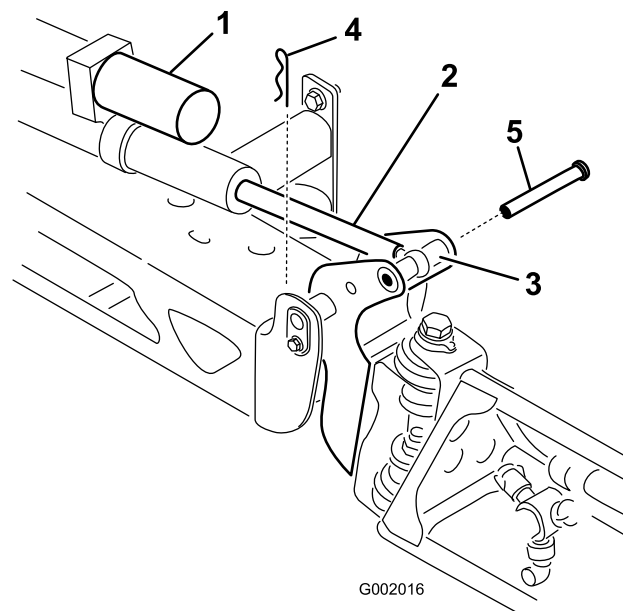

Figura 36
3. Levante el brazo y retire el pasador (Figura 36). Baje el brazo lentamente sobre el tope.
2. Retire el pasador de horquilla del pasador de giro (Figura 36).
6. Eleve el brazo para alinear el pivote con el émbolo del actuador. Sujetando el brazo, introduzca el pasador a través del pivote del brazo y del émbolo del actuador (Figura 36).